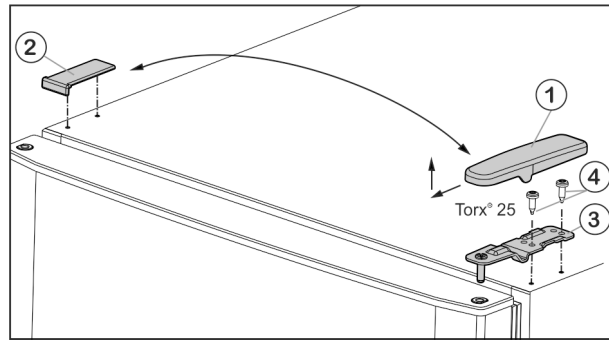

Fig. 6
- ▶ Retirar la cubierta Fig. 6 (1) tirando de ella hacia delante y arriba.
- ▶ Levantar la cubierta Fig. 6 (2).
- ▶ Desatornillar el soporte de rodamiento superior Fig. 6 (3) (2 veces para Torx® 25) Fig. 6 (4) y retirarlo tirando de él hacia arriba.
- ▶ Colocar el soporte de rodamiento superior Fig. 6 (3) en el nuevo lado de las bisagras de la puerta.
- ▶ Enroscar el soporte de rodamiento superior (**con 4 Nm**) (2 veces para Torx® 25) Fig. 6 (4). En caso necesario, utilizar un destornillador eléctrico.
- ▶ Colocar de nuevo desde fuera la cubierta Fig. 6 (1) en el lado opuesto y encajarla.
- ▶ Colocar desde arriba y encajar la cubierta Fig. 6 (2), respectivamente, en el lado opuesto.